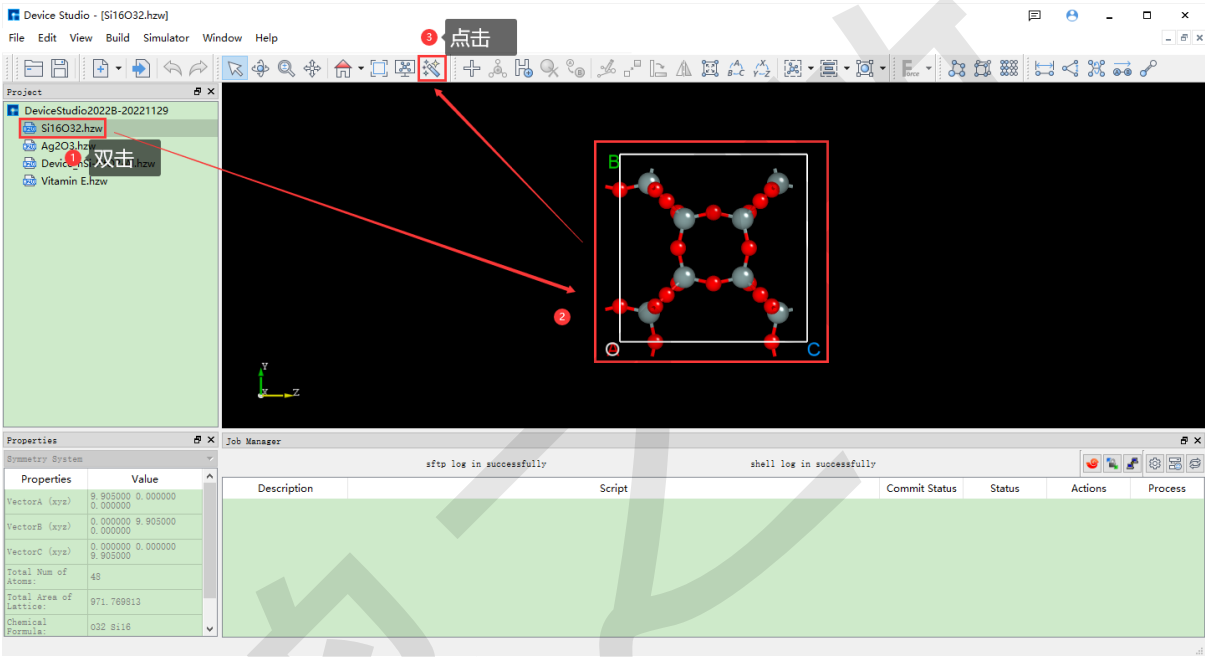
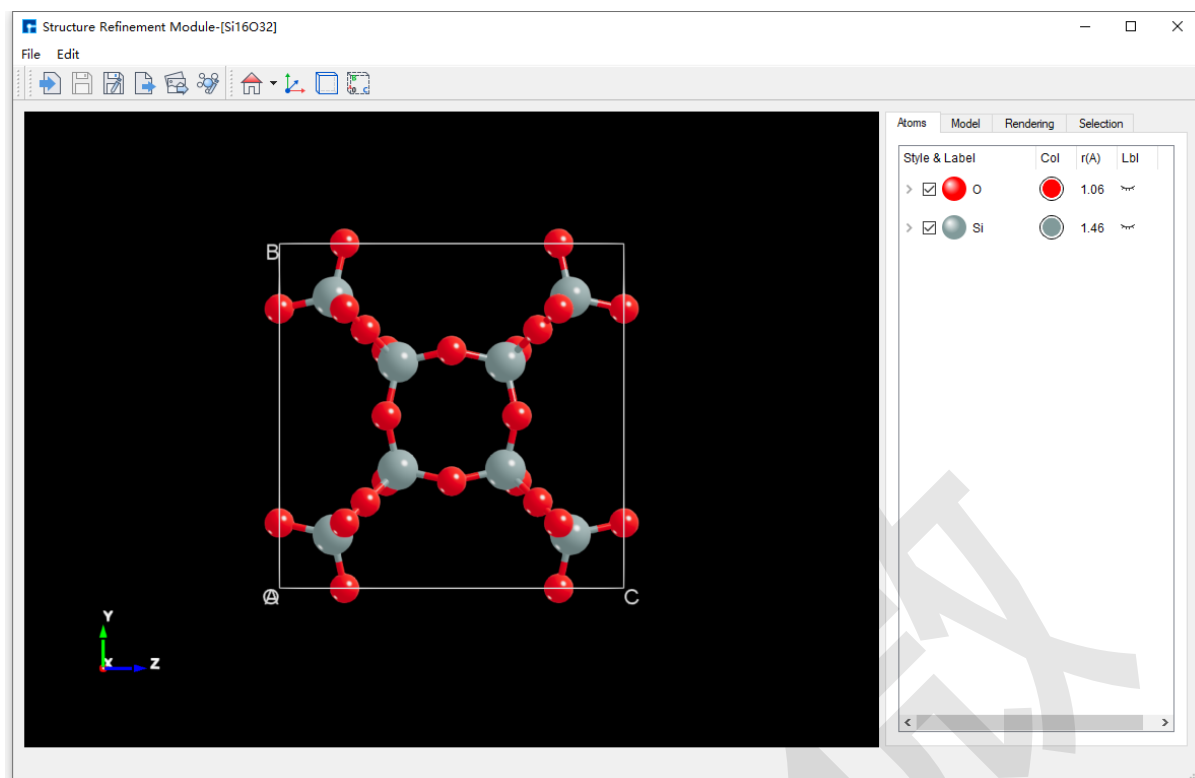
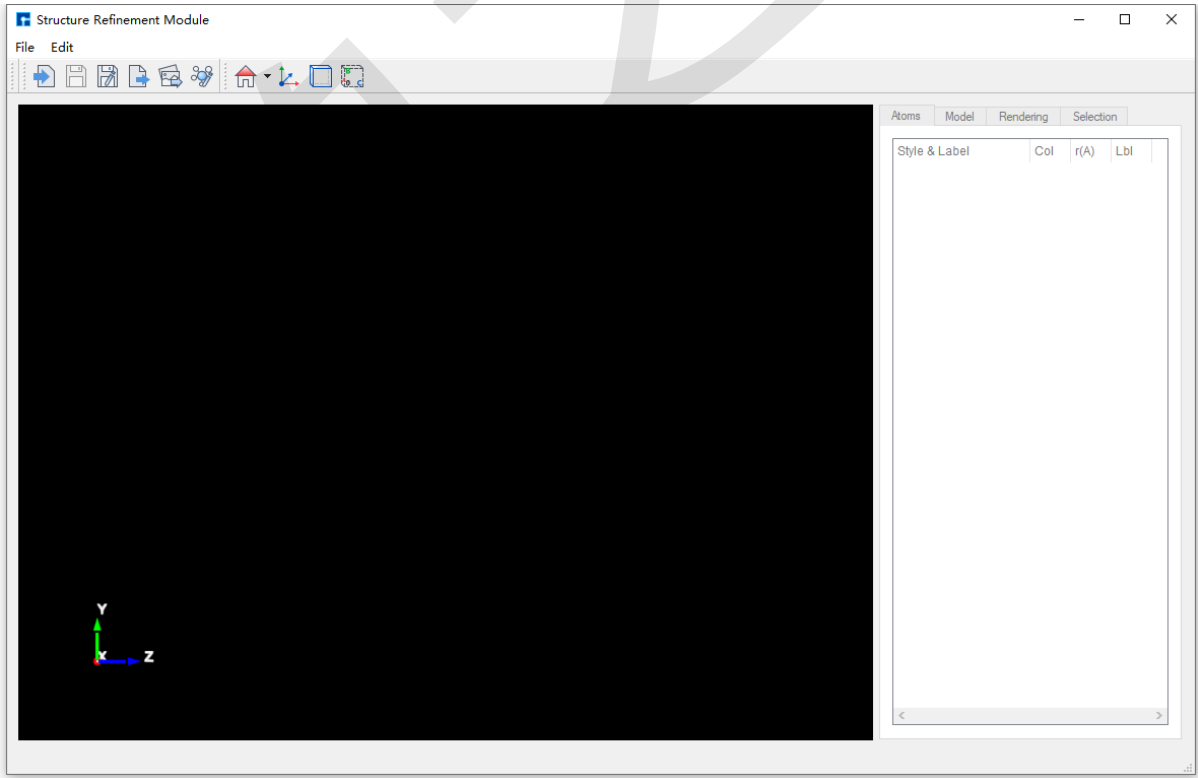
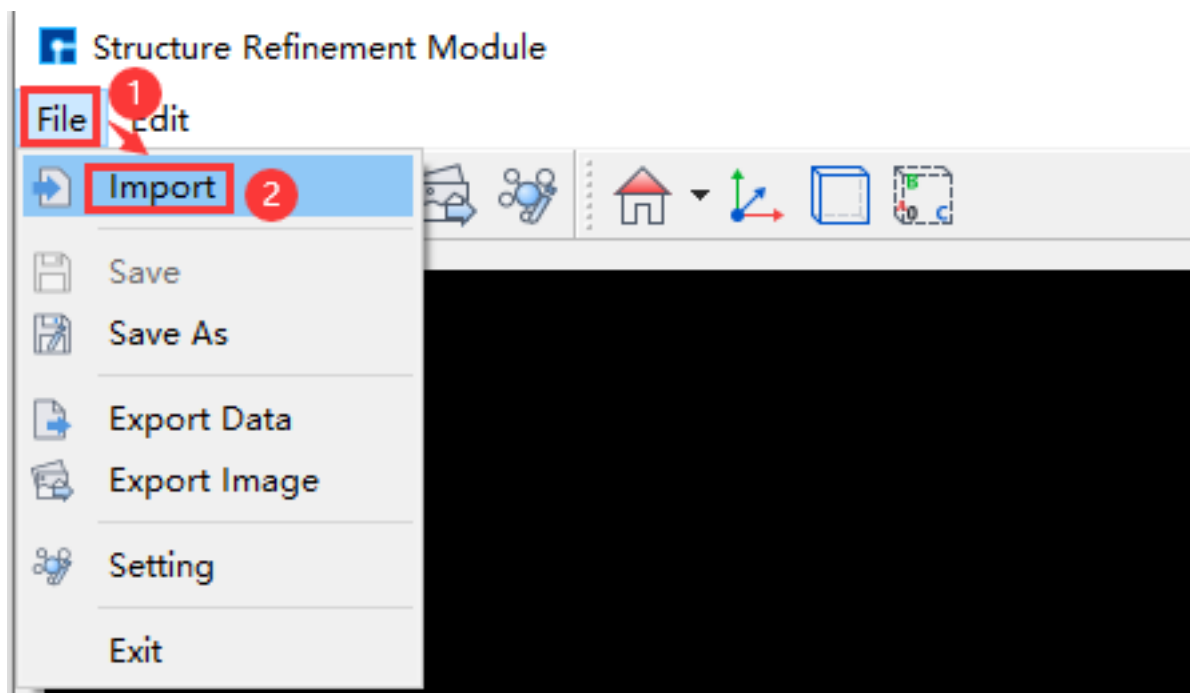

图 7.20: 显示 Si16O32 晶体结构的 Device Studio 主界面（不显示等价原子）
图 7.21: 导入 Si16O32 晶体结构的原子结构精修模块界面（显示等价原子）
图 7.25: 没有显示结构的原子结构精修模块界面
图 7.26: 弹出原子结构精修模块导入结构操作界面
1. 方式一：Device Studio 主界面中已经显示结构（如：Si16O32 晶体结构），如 图 7.20 所示操作，即可在原子结构精修模块导入 Si16O32 晶体结构如 图 7.21 ；
子结构精修模块如 图 7.25 。如 图 7.26 和 图 7.27 所示操作，即可将 Si16O32 晶体结构导入原子结构精修模块，导入 Si16O32 晶体结构后的原子结构精修模块界面如 图 7.21 所示。
修改原子结构精修模块背景颜色，需在 **导入结构** 的情况下修改，如已经在该模块导入 **Si16O32** 晶体结构如 **图 7.21** 所示，导入结构的操作可参考在**原子结构精修模块导入结构** 节内容，具体操作这里不做详细说明。
修改结构中原子的颜色, 需在导入结构的情况下修改, 如已经在原子结构精修模块中导入 Si16O32 晶体结构如图 7.21 所示, 导入结构的操作可参考在原子结构精修模块导入结构节内容, 具体操作这里不做详细说明。